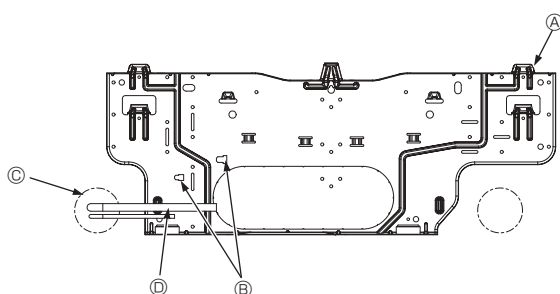

Fig. 3-5
- Ⓓ Tornillos de fijación (4 x 25) ②
- Ⓕ Placa de montaje ①
3.3. Cuando coloque los tubos en la pared (Fig. 3-5)
- Ⓐ Placa de montaje ①